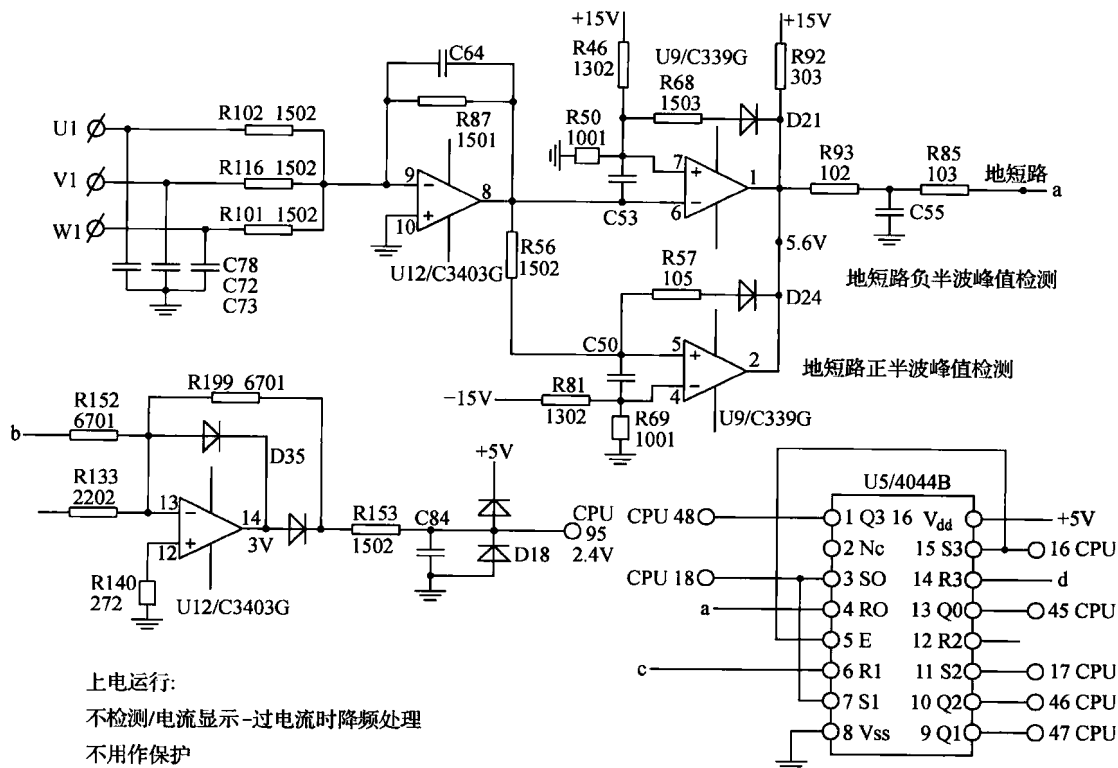

图 1-5 变频器 CPU 主板的故障检测电路例图
(3) 变频器 CPU 主板的故障检测电路例图 (见图 1-5)
(4) 变频器 CPU 主板的故障检测电路元器件及单元电路的命名
CPU 主板电路往往一张图上画不开, 会拆分为几张图来画, 可能会单独画出如图 1-5 所示的故障检测电路。CPU 器件的功能引脚图如果在第一张图上已经画了, 后面几张图便不再画出, 但电路与 CPU 的连接, 仍画出 CPU 的相关引脚序号。这里的故障检测与保护电路 (也是笔者的起名), 相对于电源/驱动板的前级电路, 起名为后级电流、电压、温度等的信号检测电路。在做过通电带载验证的情况下, 各电路的具体作用有的用中文直接标出, 甚至连同各工作点的动/静态电压值。